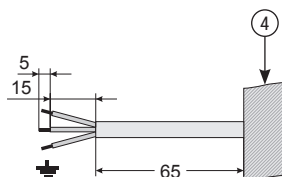

Рис.3
1.4. Обрезать провод, выходящий из стены (рис. 3). Место крепления соединительной коробки должно совпадать с местом вывода кабеля из стены.